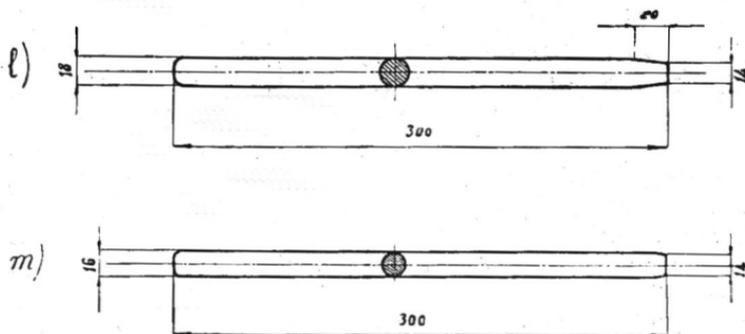

FIG. 27 - SPINE (L) E (M)
- l) N° 2 spine provvisorie per il montaggio della cellula. (fig. 27).
- m) N° 2 spine provvisorie per lo smontaggio della cellula. (fig. 27).
feriori (impiegando la chiave a tubo e il giravite indicati per il montaggio); sostituire gli spinotti degli attacchi superiori con spine provvisorie di minor diametro (fig. 27-m); staccare i cavi portanti a terra; togliere le due spine provvisorie e la semicellula è staccata dalla fusoliera.